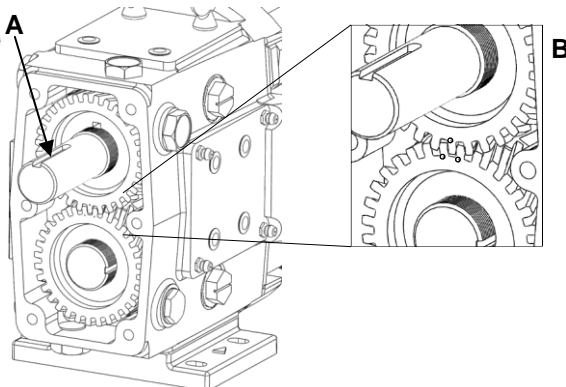

Figura 57: Instalar engranes con el tiempo correcto
8) Una vez instaladas las chavetas del engrane, oriente los ejes para que las ranuras de las chavetas del eje motriz apunten en la dirección de las 12 horas (Figura 57, A). Deslice el engrane derecho con una marca de punzón en el eje motriz. Deslice el segundo engrane con dos marcas de punzón en el eje corto. Para cronometrar los engranes, alinee para que la marca de punzón única caiga entre las dos marcas de punzón del engrane opuesto (Figura 57,